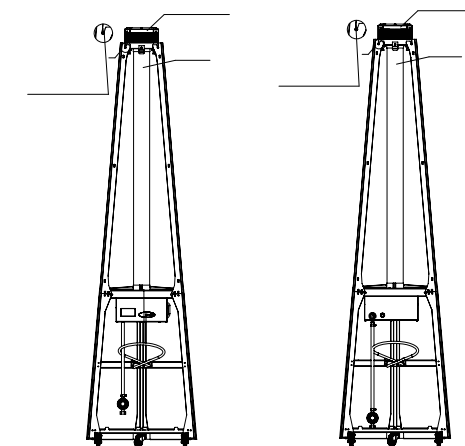

Рис. 12 Установка колбы и дожигателя
- Извлеките из коробки колбу и аккуратно вставьте ее, и сверху установите на профили дожигатель (рис.12), фиксируя колбу, затяните винты;